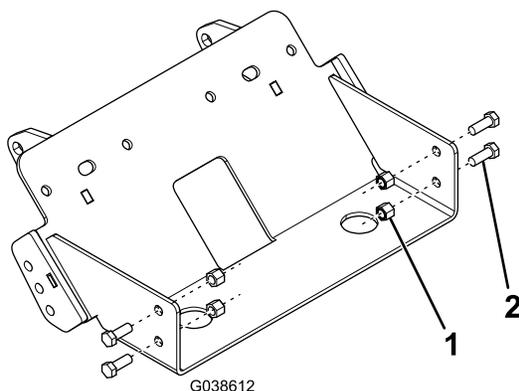

Bild 1
3. Befestigen Sie den Pflugunterfahrerschutz mit vier Schrauben ($\frac{3}{8}$ ") und vier Sicherungsmuttern ($\frac{3}{8}$ ") durch die Löcher vom vorherigen Schritt am Fahrzeugrahmen, und lassen Sie die Befestigungen handfest angezogen (Bild 1).
4. Verwenden Sie den Pflugunterfahrerschutz als Schablone, klemmen Sie die Fahrzeugstoßstange an den Pflugunterfahrerschutz und bohren Sie vier $\frac{7}{16}$ " große Löcher, siehe Bild 1.